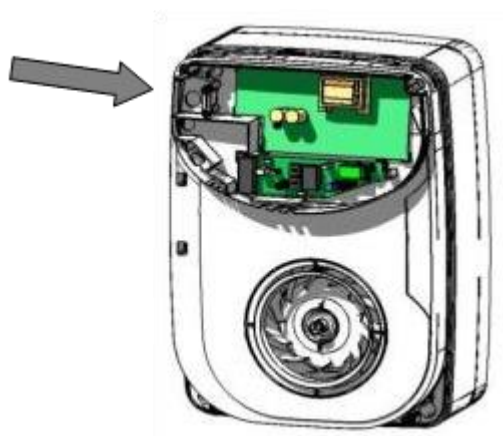

Figura 16
11. Chiudere lo sportello e collegare il cavo elettrico alla morsettiera (Figura 16) come descritto nel paragrafo "Collegamento elettrico". Assicurarsi di utilizzare correttamente il morsetto blocca cavo.